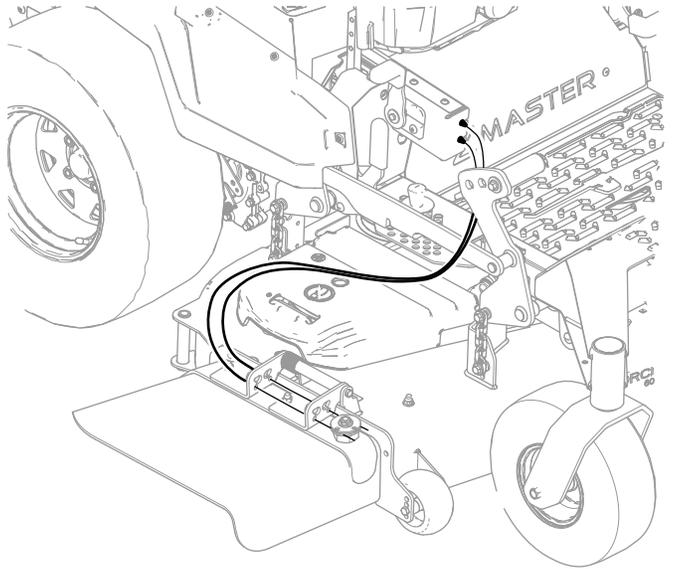

Figura 8
1. Enrute los cables entre la caja de control y el conducto de descarga, tal y como se muestra en la Figura 8, para evitar daños en el cable en todo el intervalo de altura de corte.
Importante: Asegúrese de que enruta los cables de modo que queden alejados de la parte delantera del pedal de elevación de la carcasa, tal y como se muestra en la Figura 8, para no dañar los cables.